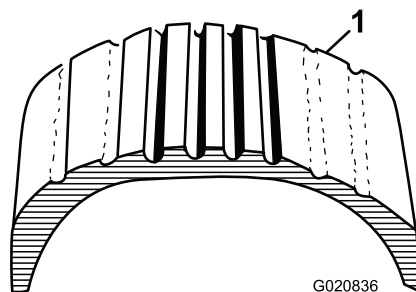
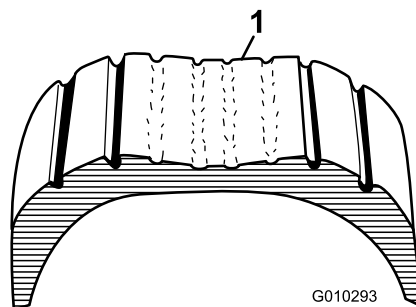

Figure 51
Figure 52
1. Vérifiez visuellement l'état et l'usure des pneus (Figure 51 et Figure 52).